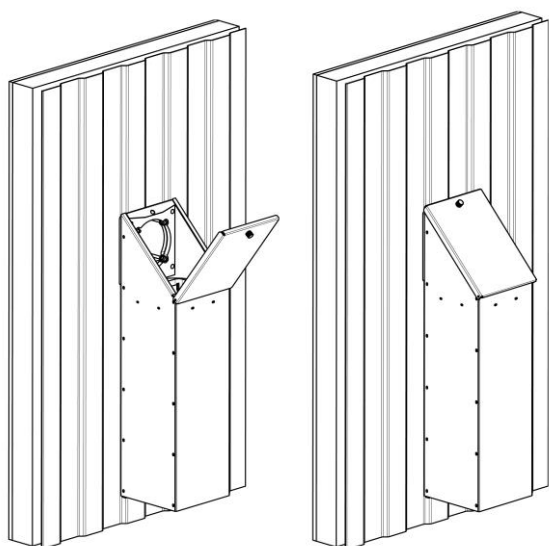

Рис. 18
3. Изготовьте гильзу длиной равной толщине стены плюс 10мм ($L_{\text{гильза}} = \text{Толщина стены} + 10\text{мм}$), см. Рис. 18.
8. Подключите кабель в разъем вентиляционного блока. Закройте крышку и зафиксируйте ее, плотно притянув винтом, см. Рис. 18